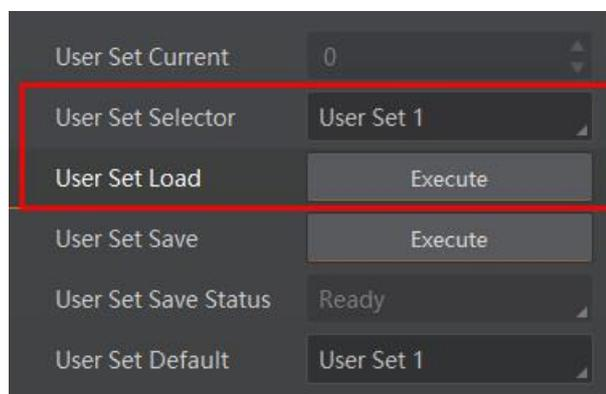

图10-39 加载参数设置
- 加载参数：在连接设备但不预览时，可对设备进行加载参数的操作。通过 *User Set Selector* 参数下拉选择其中一套参数，点击 *User Set Load* 处的 **Execute**，即可将选择的一套参数加载到相机中，如图 10-39 所示。